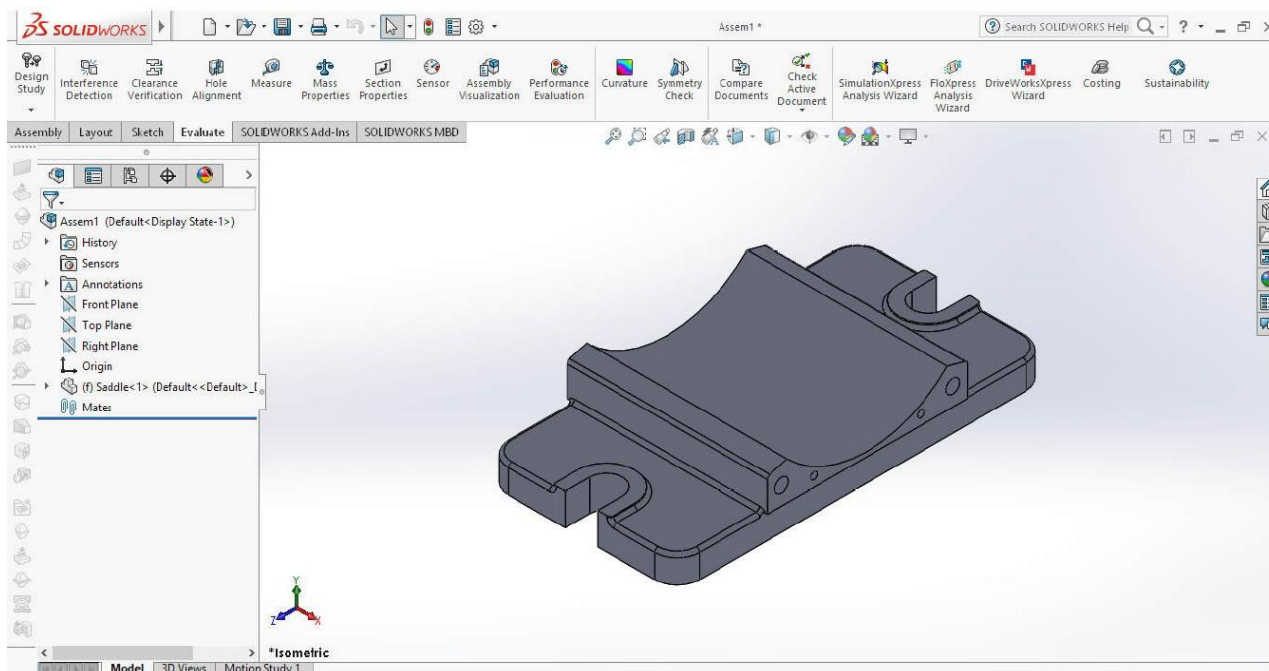

Рисунок 8.21 – Середовище збірки після вставлення першого компонента
- б) Вставте компонент Saddle у середовище збірки й розмістіть його в початку координат (див. рис. 8.21).